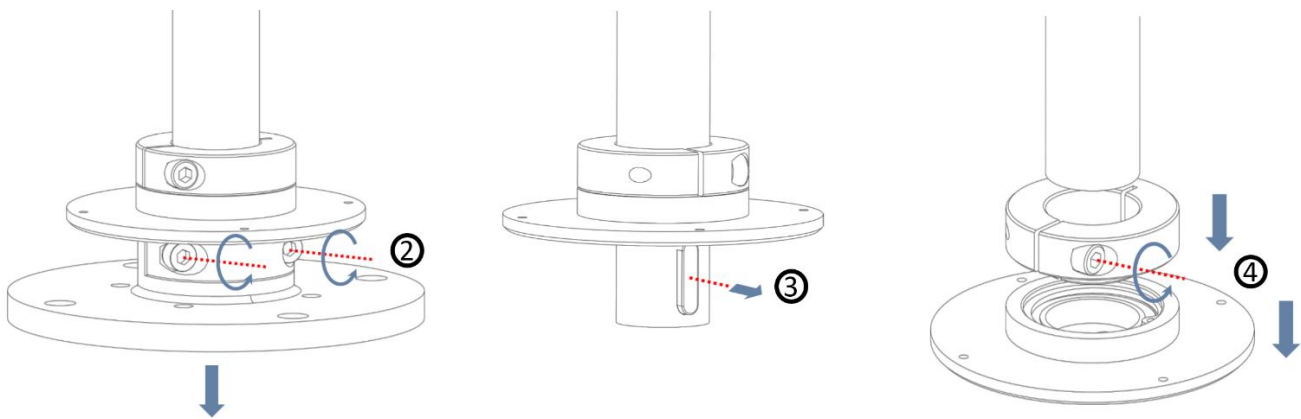
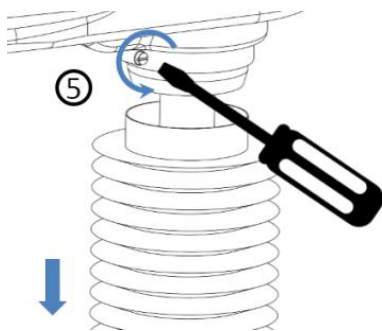

图 4-7 拆卸末端法兰
图 4-8 拆卸防护罩和管箍
- ① 使用 4 mm 内六角扳手，拧松丝杆末端法兰的 2*M5 紧固螺钉，向下取出末端法兰并妥善放置，如图 4-7 所示。
- ② 使用平口钳将丝杆平键取出。
- ③ 使用一字螺丝刀拆卸防护罩顶部和底部管箍的紧固螺钉，如图 4-8 所示；并向下取下防护罩和管箍妥善放置。
- ④ 向下依次取出轴承垫圈、孔用弹性挡圈、轴承。
- ⑤ 使用内六角扳手，拆卸限位环上的 2 可螺钉，并向下取出限位环妥善放置。
- ⑥ 使用一字螺丝刀拆卸丝杆上端防护罩顶部管箍的紧固螺钉，如图 4-8 所示；并向上取下防护罩和管箍妥善放置。